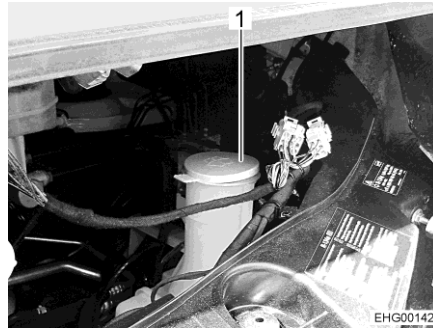

Bild 40 Påfyllningsöppning (spolarvätskebehållare)
- Tag av locket (Bild 40,1) från spolarvätskebehållarens påfyllningsöppning.
- Tryck på locket (Bild 40,1) på spolarvätskebehållarens påfyllningsöppning.